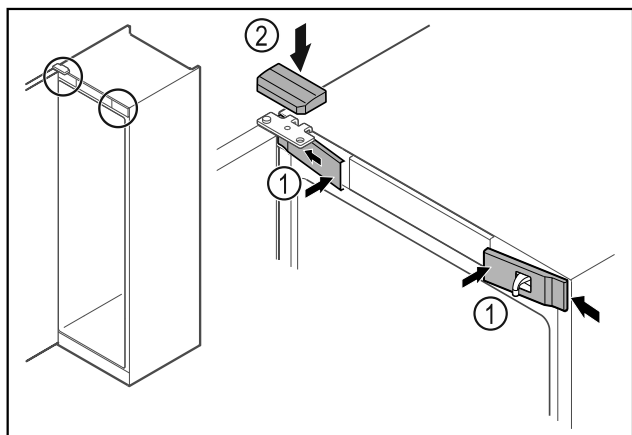

Fig. 47
- Voorste afdekkingen Fig. 47 (1) zijdelings bevestigen en vastklikken.
- Bovenste afdekking Fig. 47 (2) van boven vastklikken.